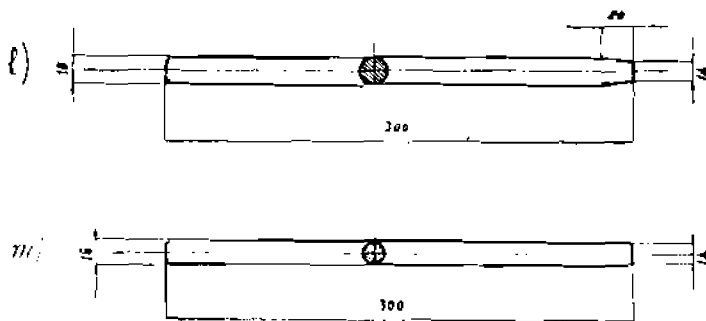

FIG. 27 - SPINE (L) E (M)
- l) N° 2 spine provvisorie per il montaggio della cellula. (fig. 27).
- m) N° 2 spine provvisorie per lo smontaggio della cellula. (fig. 27).